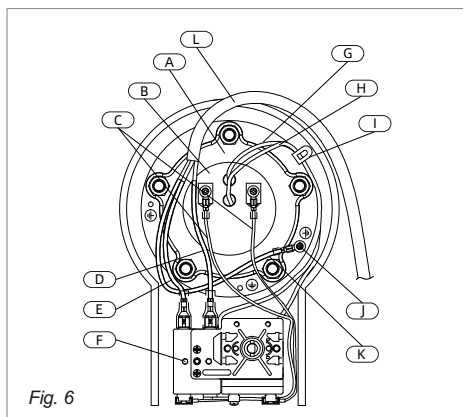

Fig. 6
- Retirez le cordon d'alimentation L de la partie en plastique. (Fig.6)
- À l'aide d'un tournevis cruciforme, dévissez la vis cruciforme 3 en 1 J sur les bornes de l'élément chauffant du fil rouge J et du fil bleu C. (Fig.6)
- Retirez le clou de fil I et appuyez sur le capillaire du thermostat G et le capillaire de la coupure thermique H, et le sortez de l'ouverture du tube borgne. (Fig.6)
- Desserrer les 5 écrous et la rondelle élastique de la plaque de pression de l'élément chauffant A avec le manchon, et sortir la plaque de pression de l'élément chauffant A. (Fig.6)
■ Retirer l'élément chauffant B. (Fig.6)